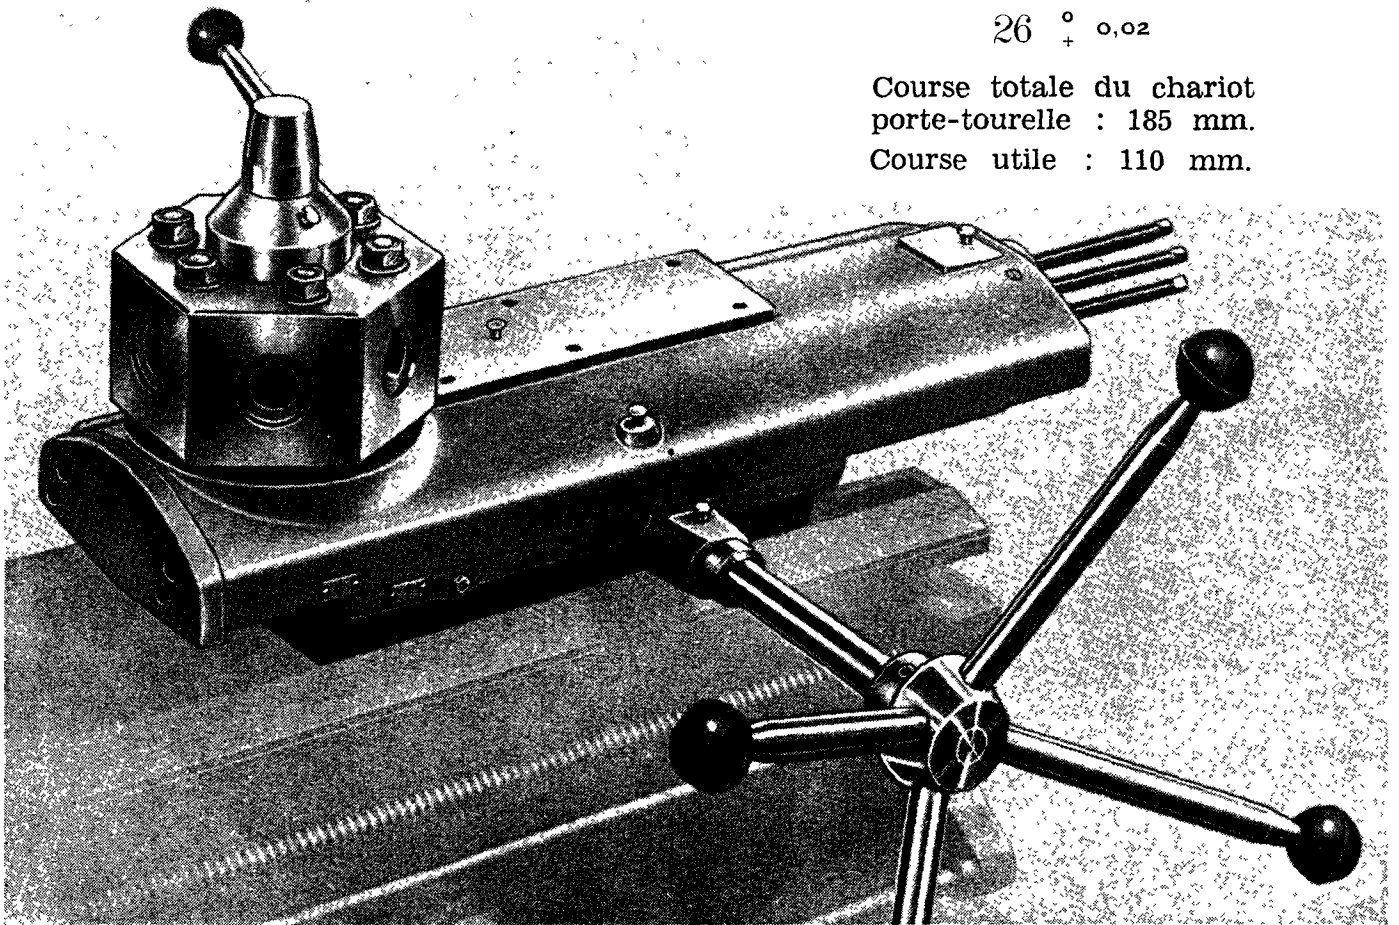

Fig. 23.
12. Tourelle-revolver (voir fig. 23).